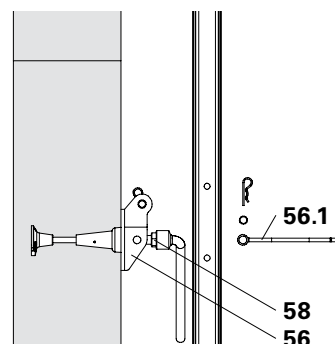
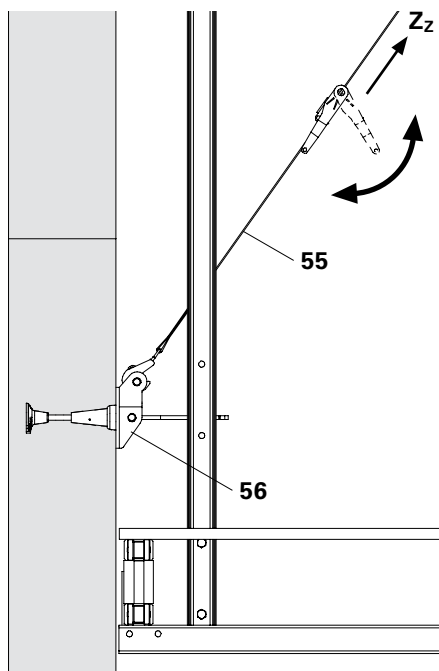

Fig. B1.32
Fig. B1.33
4. Fissare l'attacco ancoraggio parete CB M24 (56) con vite ISO 4014 M24 x 70-10.9 (58) Ch 36 al cono, dopo aver smontato la linguetta (56.1). Passare la linguetta nel montante anteriore e imperniarla nuovamente nell'attacco CB M24 (56). (Fig. B1.32)
5. Srotolare la cinghia L = 5,70 m, 2,5 t (55) azionando il cricchetto.
6. Agganciare la cinghia L = 5,70 m, 2,5 t (55) in basso all'attacco ancoraggio parete CB M24 (56) e tenderla. (Fig. B1.33)
4. Fissare l'attacco ancoraggio parete CB M24 (56) con vite ISO 4014 M24 x 70-10.9 (58) Ch 36 al cono, dopo averne smontato la linguetta (56.1). Passare la linguetta nel montante anteriore e impierarla nuovamente nell'attacco CB M24 (56). (Fig. B1.32)